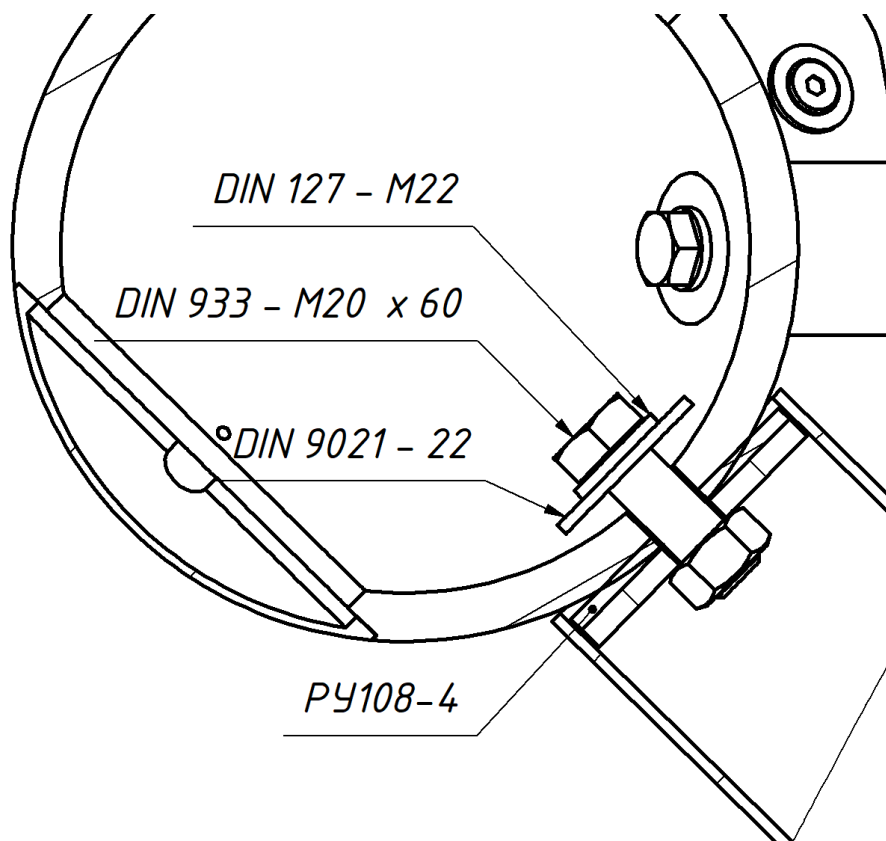

Рис. 9 Типовое крепление сферы к опоре.
24.4. После установки опор необходимо установить на них шары «В». Для этого используются крепежи согласно (Рис. 9).